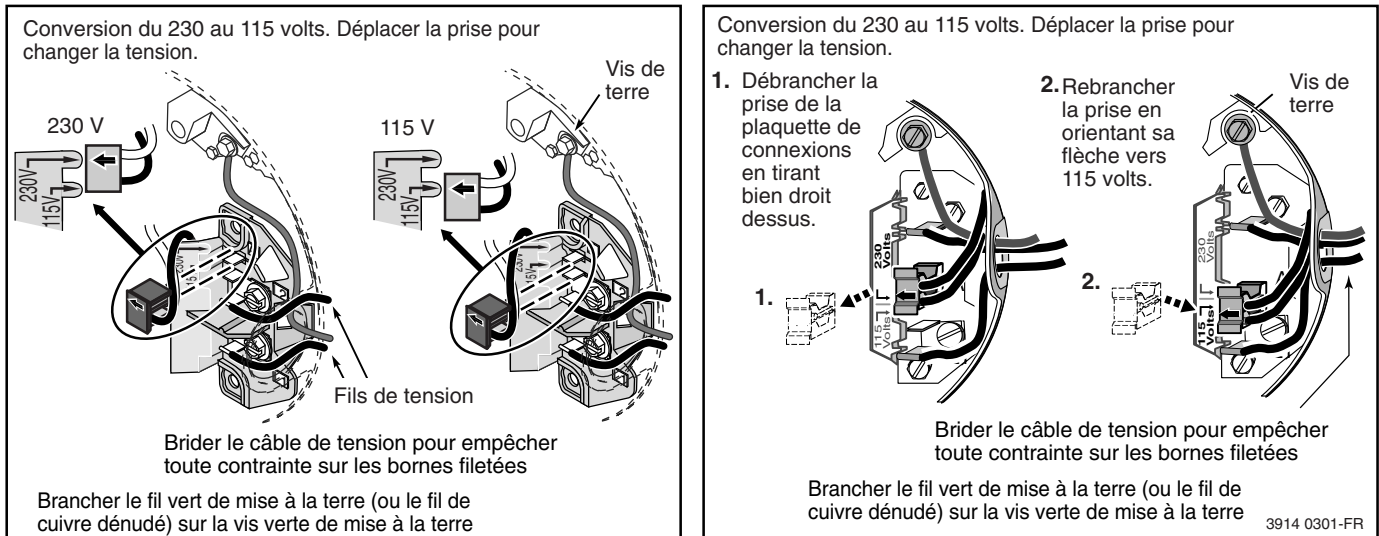

Figure 12 – Schéma de câblage des moteurs monophasés bitension 115/230 volts
- 7 ° Brancher les conducteurs transporteurs de courant sur les bornes L1 et L2 qui se trouvent sous le carter du moteur. Lorsque l'on remplace le moteur, comparer le schéma de câblage de la plaque signalétique par rapport à la Figure 12. Si le schéma de câblage du moteur ne correspond pas au schéma de la Figure 12, suivre le schéma de câblage du moteur.
IMPORTANT : Les modèles monophasés fonctionnant sur le 115/230 volts sont expédiés de l'usine câblés pour fonctionner sur le 230 volts. Si le courant d'alimentation est de 115 volts, déposer le carter du moteur et rebrancher le moteur comme il est illustré à la Figure 12. Ne pas essayer de faire fonctionner un moteur comme il est reçu sur le courant de 115 volts.